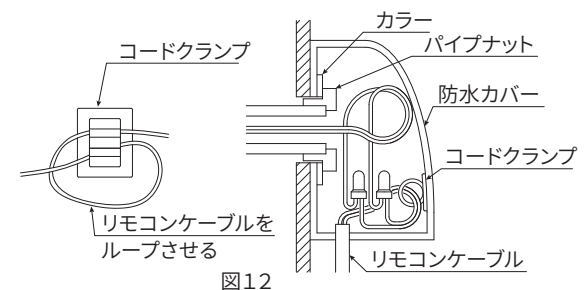
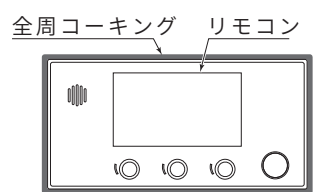

図12
図4
8. リモコンの外周（図4・5）および防水カバーの外周（図12）のコーキング（壁内部への水の浸入の防止）を行ってください。
5. リモコン外周を必ず全周コーキングしてください。（図4・5・6）コーキングを忘れるとリモコン内部に水が入り故障の原因になります。
4. 裏面パッキンの剥離紙をはがし、図4の指定位置にコーキングします。（図4・5・6）
8. 接続部が防水カバー内に収まるよう、クランプで固定します。また、防水カバー外周のコーキングを行ってください。（図12）